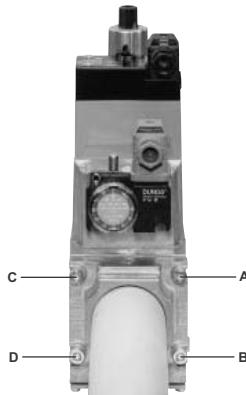
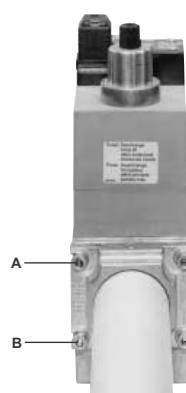

Рис. 3
Рис. 4
1. Расслабить винты А и В, но не снимать их (Рис. 3 и Рис. 4)
2. Отвинтить винты С и D (Рис. 3 и Рис. 4)